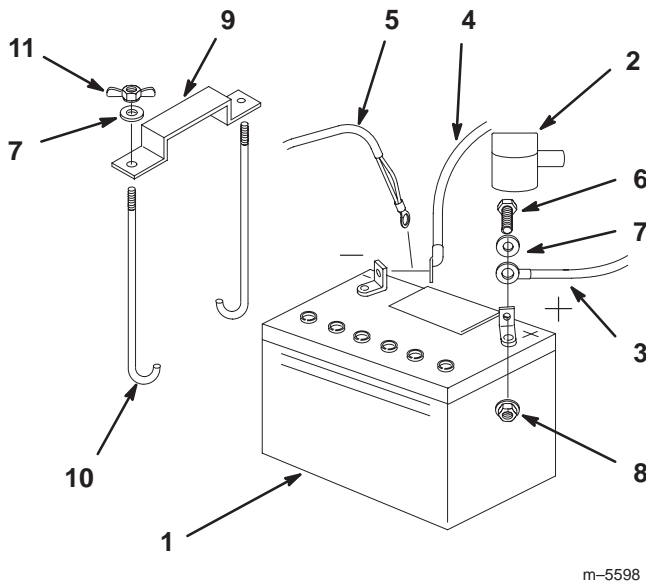

Figure 63
1. Placez la batterie dans son support en tournant les bornes vers le moteur (Fig. 63).
4. Fixez les câbles à l'aide de 2 boulons (1/4 x 3/4"), 2 rondelles (1/4"), ainsi que 2 contre-écrous (1/4") (Fig. 63).
6. Fixez la batterie en position avec des boulons en J, une barrette de maintien et 2 rondelles (1/4"), ainsi que 2 écrous papillons (1/4") (Fig. 63).
3. Débranchez d'abord le câble négatif et le câble de masse de la borne négative (-) de la batterie (Fig. 63).
4. Ôtez le capuchon rouge de la borne positive (rouge) de la batterie. Retirez ensuite le câble positif (rouge) de la batterie (Fig. 63).
5. Retirez les deux écrous papillons (1/4") de fixation de la barrette de maintien de la batterie (Fig. 63).